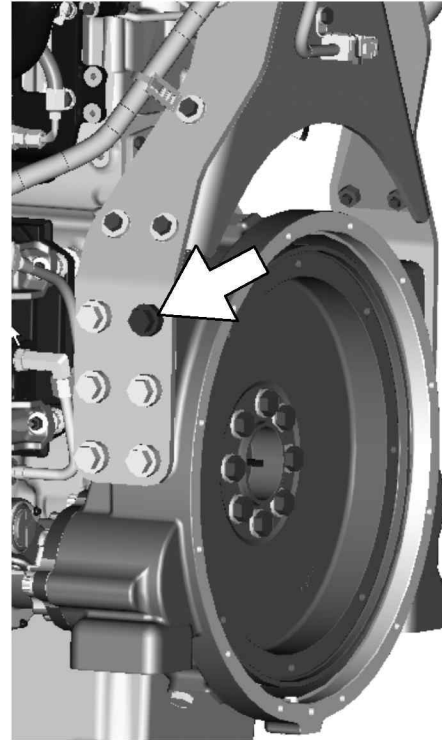
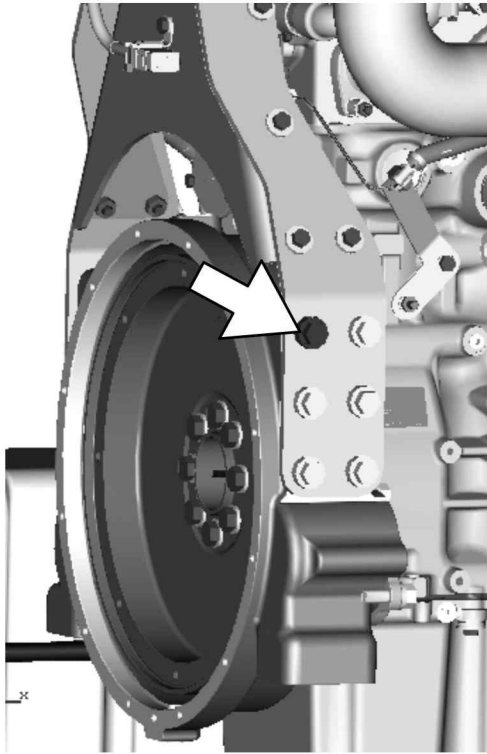
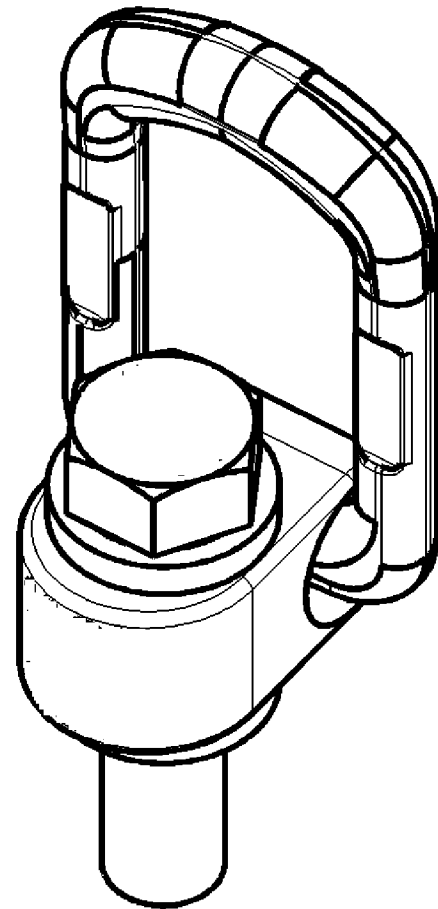

Ilustración 23
Ilustración 24
Ilustración 25
1. Quite los pernos que se muestran en la ilustración 23 y la ilustración 24 .
2. Instale los anillos de carga; consulte la ilustración 25 . Instale los anillos de la carga en la posición que se muestra en la ilustración 23 y la ilustración 24 . Apriete los pernos de los anillos de carga a un par de 370 N·m (272 lb-pie).